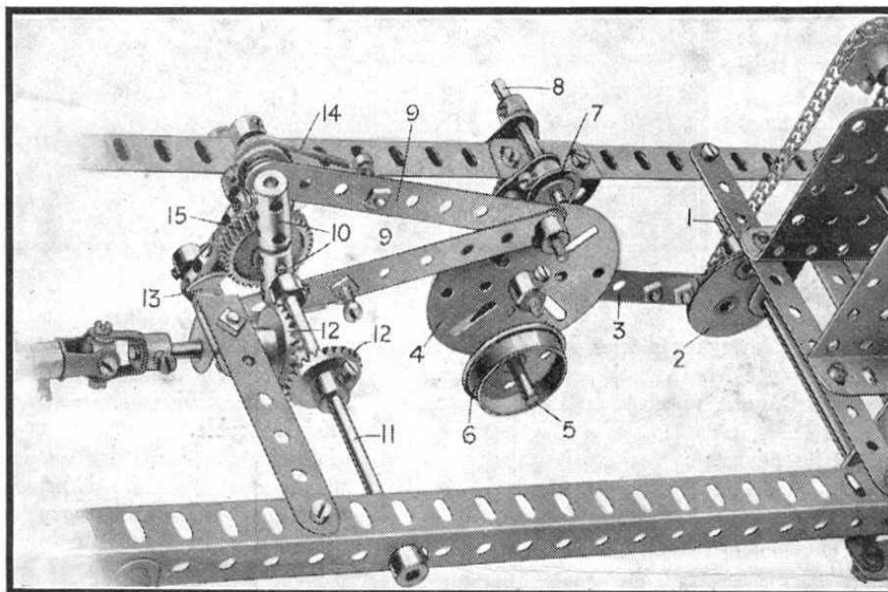

Fig. 6. Le Convertisseur en Meccano
La tringle (1) fig. 6 est manœuvrée par une chaîne Galle actionnée par le moteur électrique, installé sur le châssis. La tringle supporte un excentrique à trois rayons (2), qui est rattaché par une bande de 25 trous (3) au centre d'un plateau central (4). Une courte tringle (5) passe au travers d'un trou inférieur du plateau central et supporte deux roues à boudin (6) qui tiennent lieu de poids.